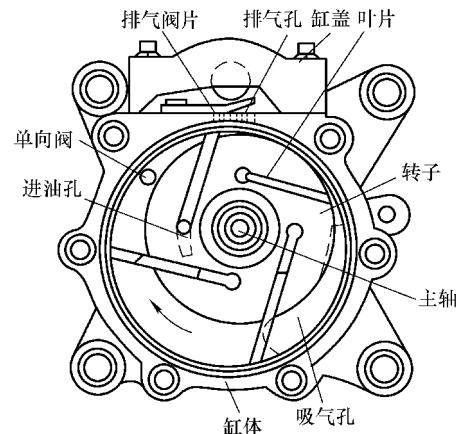

图 7-17 旋转叶片压缩机工作原理
2) 工作原理。转子回转时, 由于离心力和油压的作用, 使叶片向外伸张, 碰到气缸壁, 把气缸分成几个隔腔, 随着轴的转动, 隔腔内的容积发生变化, 完成压缩机的工作行程, 如图 7-17 所示。